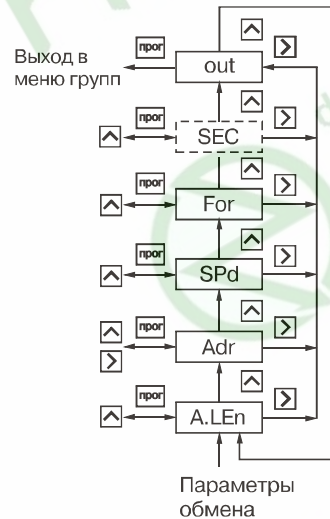

Рис. 27
6.1.10. Группа "**GrouP\_E**" (рис. 27) предназначена для задания адреса прибора в сети **Adr**, его разрядности **A.LEn**, скорости обмена **SPd** и формата посылки **For** при наличии в приборе интерфейса связи RS-485.